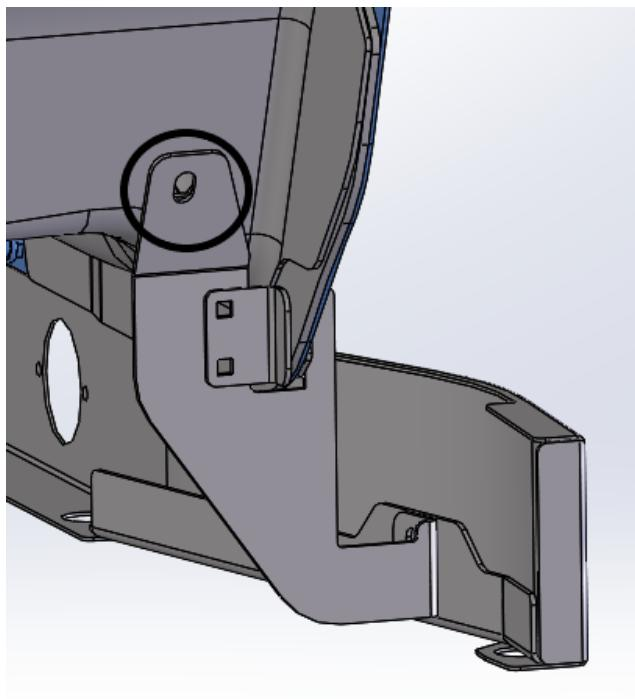

Figura 1: BD ensamblado instalado con el nutsert OEM que se usará, mostrado circulado (lado del piloto mostrado)
- a. Ensamble NL10996022SYM a PNL10996022BD/BP como se muestra en la Figura 1 abajo, usando los tornillos 10-32 provistos, arandelas planas y arandelas de bloqueo. Deje los sujetadores levemente flojos para permitir ajustes posteriores. Los tornillos de carrocería deben instalarse por la parte posterior de BD/BP, de tal forma que cuando los soportes se instalan en el camión, las tuercas estarán hacia el frente del camión para fácil acceso.
- b. Instale en el camión los soportes ensamblados, usando los tornillos hexagonales provistos M6x20, con arandelas planas y arandelas de bloqueo. El tornillo se instalará en un nutsert OEM (circulado en la Figura 1) y la brida y el soporte SYM cubrirán la soldadura cuando están correctamente instalados. No apriete completamente para permitir ajustes.